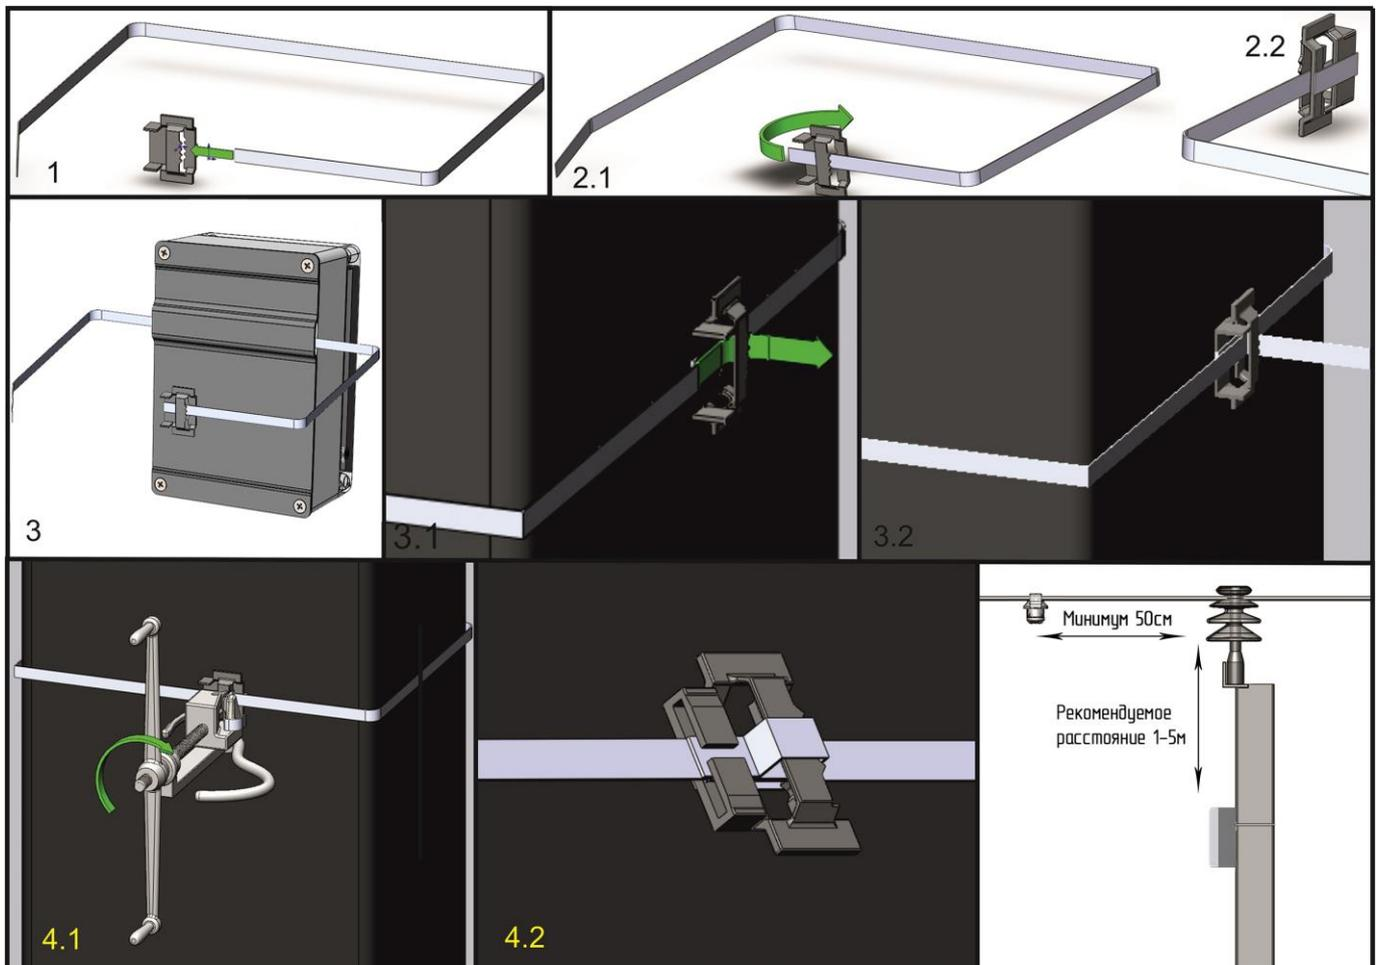

Рисунок 5 – Порядок установки блока БСПИ-ЗЛ-МР-Н на опору
2.5.2 Порядок установки блока БСПИ-ЗЛ-МР-Н на опору приведен далее на рисунке (см. Рисунок 5).